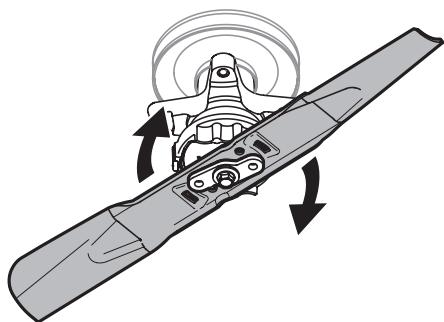

Figure 49
5. Tournez la lame vers la droite pour l'aligner avec l'adaptateur (Figure 49).